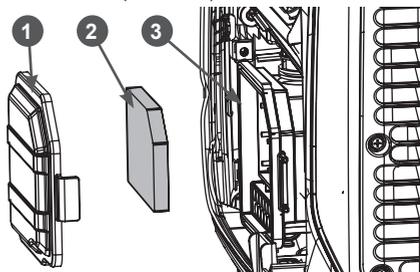

Рис. 16. Обслуживание воздушного фильтра
- Отстегните защелки крышки воздушного фильтра и снимите крышку 1 воздушного фильтра (Рис. 16).
- Извлеките из корпуса 3 воздушного фильтра поролоновый фильтрующий элемент 2 (Рис. 16).